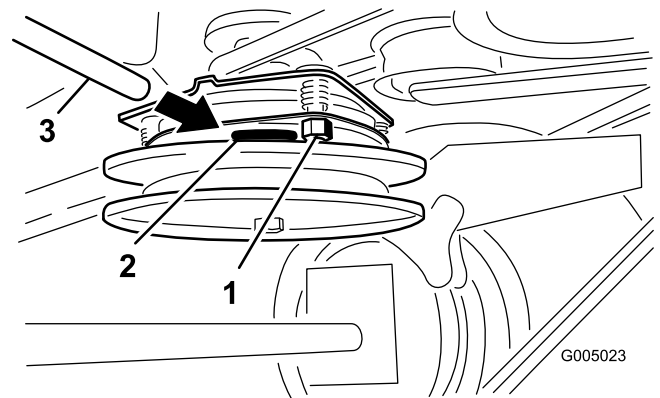

Figure 43
2. Serrez les contre-écrous jusqu'à ce la jauge d'épaisseur fléchisse légèrement mais puisse bouger facilement dans l'entrefer (Figure 43).